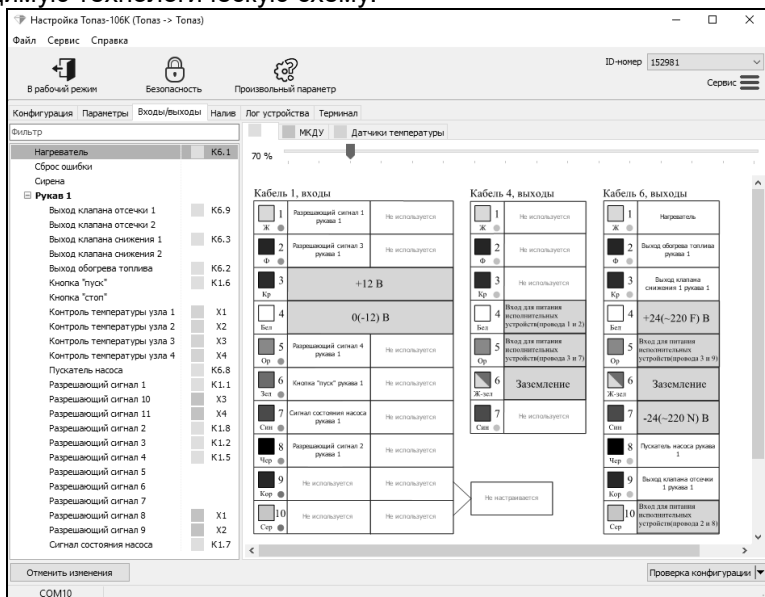

Рисунок 6
5.3 На вкладке "Входы/Выходы" (рисунок 6) отображаются входные и выходные цепи с указанием подключенных устройств. Например, при неисправности одной из выходных цепей ее можно заменить другой из числа свободных. Также есть возможность настроить работу с запрещающими сигналами и технологическими схемами – возможность управления выходными цепями, которые открывают или закрывают необходимую технологическую схему.